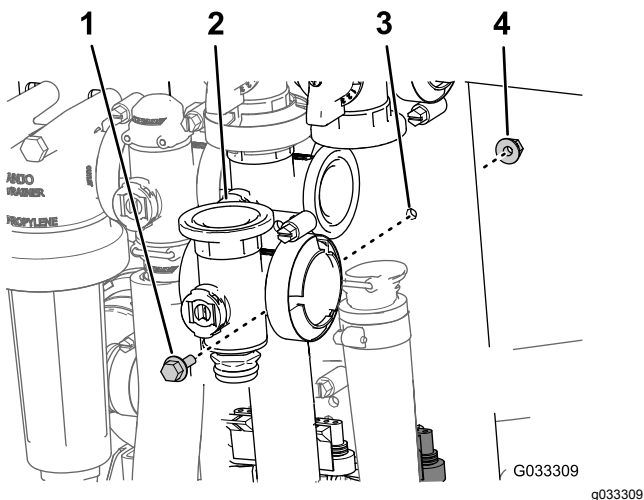

Figura 67
3. Retire o parafuso de cabeça flangeada e a porca flangeada que prendem a válvula mestre à montagem da válvula e retire o coletor da válvula da máquina (Figura 67).